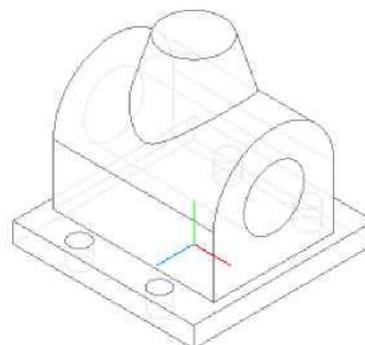

Рис. 7.29
8. Применяем команду  Вырезать выдавливанием со следующими параметрами: Направление выдавливания - Прямое, Способ построения - Через все (рис. 7.29).